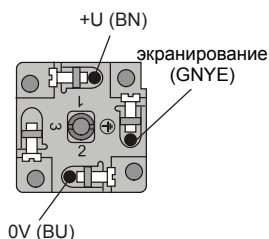
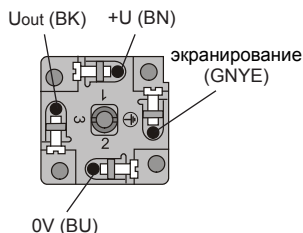

Рис. 10: Вид изнутри на коннектор с токовым выходом
Рис. 12: Вид изнутри на коннектор с выходом напряжения
4. Кабель присоедините к винтовым клеммам в случае токового выхода согласно схеме, приведенной на рис. 10 (или в случае выхода напряжения согласно схеме, приведенной на рис. 12). Клеммы крепко затяните.